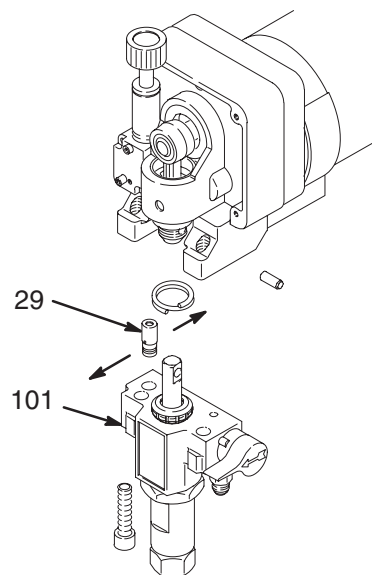

Fig. 27
6. Aligner les orifices du capteur dans la direction indiquée par les flèches de la figure 27.
**REMARQUE:** Voir Fig. 27 pour cette procédure.
2. En imprimant un double mouvement de traction et de torsion, extraire le capteur de pression (29) du collecteur de pompe (101).